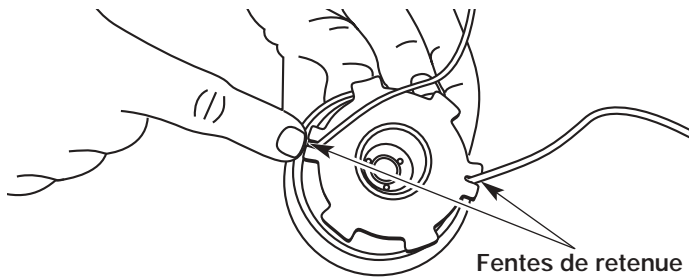

Figure 34
- Insérez les extrémités du fil dans les deux fentes de retenue (Fig. 34).